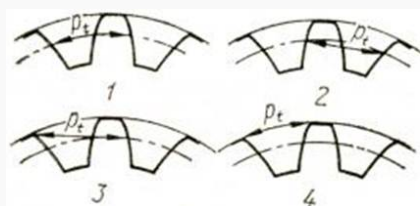

Рис. 1
**06.** На каком рисунке правильно показан шаг зацепления (рис.1)?